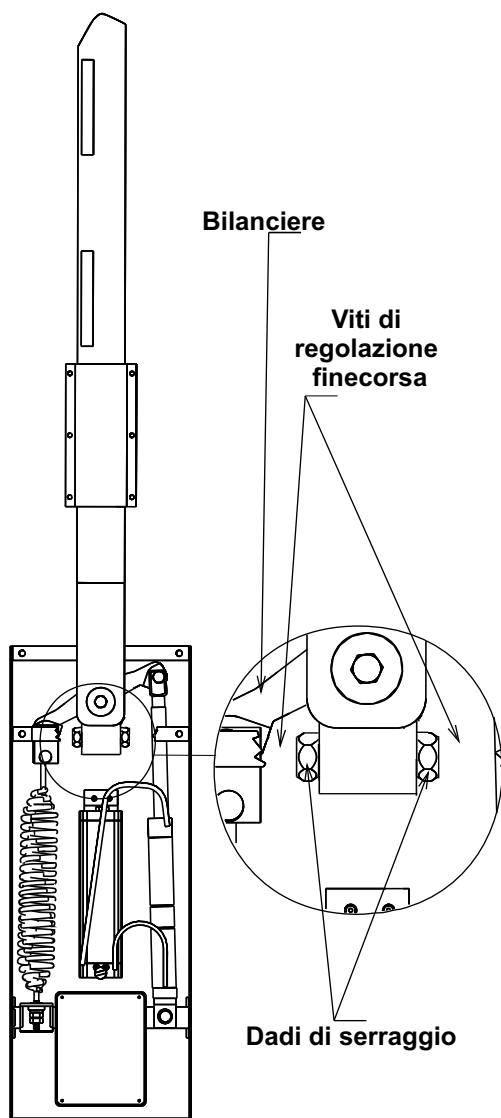

Fig.10
- Sbloccare le viti di finecorsa svitando i dadi di serraggio stretti sul portabilanciere (Fig. 10).
- Svitare o avvitare le viti di finecorsa affinché la sbarra si blocchi in posizione perfettamente verticale in apertura, e in posizione perfettamente orizzontale in chiusura (Fig. 10).